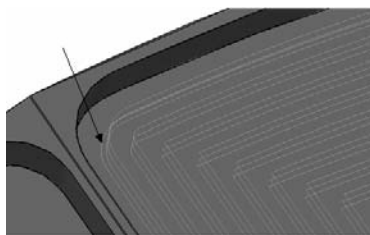

图 2-18 仅最后路径
- **【仅最后路径】**：只在最后的 Z 高度增加壁清理刀路，如图 2-18 所示。